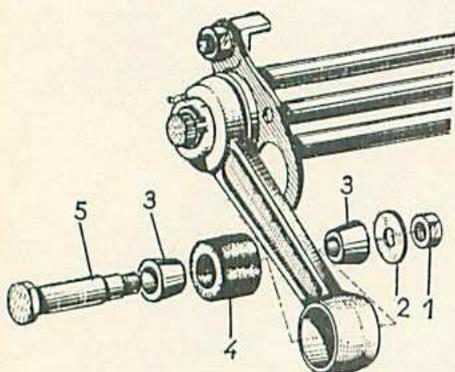

Fig. 60. — Détail de fixation d'un bras de suspension.
- Rabattre le frein (2) (fig. 60), déposer l'écrou (1) et dégager l'axe (5) de bras de suspension.
- Déposer les 2 cônes d'expansion (3) du caoutchouc, déposer le caoutchouc (4) du bras de suspension.